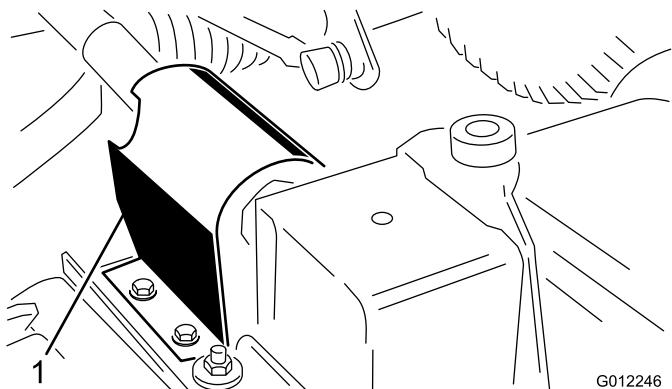

図 5
- PTO シールドをカッティングユニットのギアボックス取り付けプレートの上部に固定しているタップねじ（2本）を外して、シールドを取り外す（図 5）。